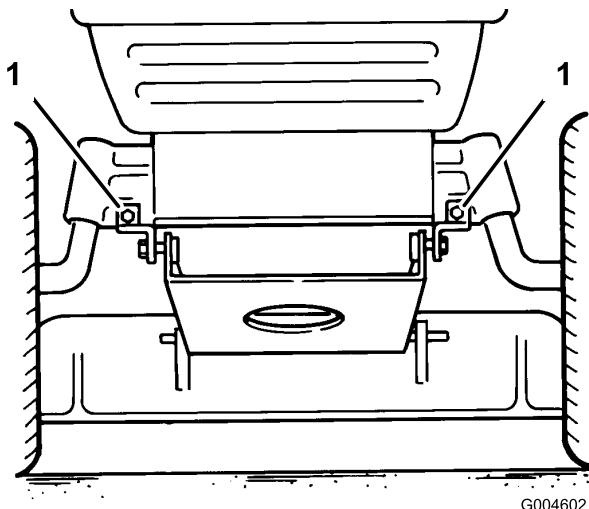

Figure 41
14. Déposez les 2 supports de pivot du plateau de coupe de l'essieu avant (Figure 41).
- Fixez les supports de pivots du plateau de coupe à l'essieu avant à l'aide des boulons et des contre-écrous (Figure 41).